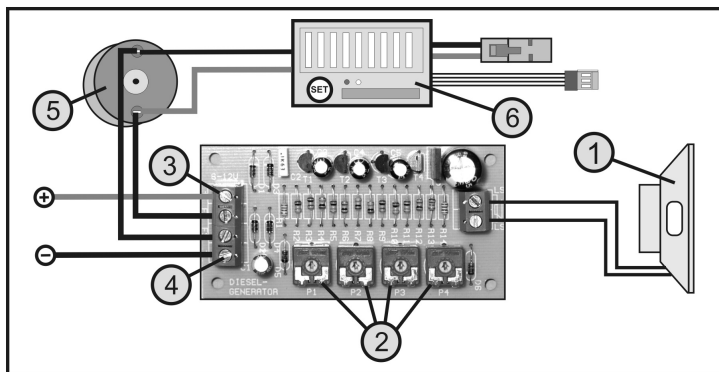

Bild 1
- Schließen Sie an der 2poligen Klemme „LS“ einen Miniaturlautsprecher (siehe Bild 1, Pos. 1) an. Der Lautsprecher sollte eine Impedanz von 4 - 8 Ohm aufweisen.
- Stellen Sie mit einem geeigneten Schraubendreher die Schleifer der Einstellregler P1 - P4 (siehe Bild 1, Pos. 2) in die Mittelstellung. Verwenden Sie dazu einen Kunststoff-Einstellschraubendreher, um Kurzschlüsse zu vermeiden.
- Schließen Sie an den Klemmen „+“ (siehe Bild 1, Pos. 3) und „-“ (siehe Bild 1, Pos. 4) die Versorgungsspannung (6 - 12 V/DC) polungsrichtig an.
- Wenn das elektronische Fahrgeräusch geschwindigkeitsabhängig sein soll, müssen die beiden Klemmen „FS“ parallel zum Fahrmotor (siehe Bild 1, Pos. 5) angeschlossen werden. Auf eine bestimmte Polung der Motoranschlussleitungen ist dabei nicht zu achten.
Der Anschluss eines Fahrmotors ist nur dann möglich, wenn es sich bei dem Motor um einen Gleichstrommotor (Kollektormotor mit 2 Anschlusskabeln) mit entsprechendem Fahrtregler (siehe Bild 1, Pos. 6) handelt.